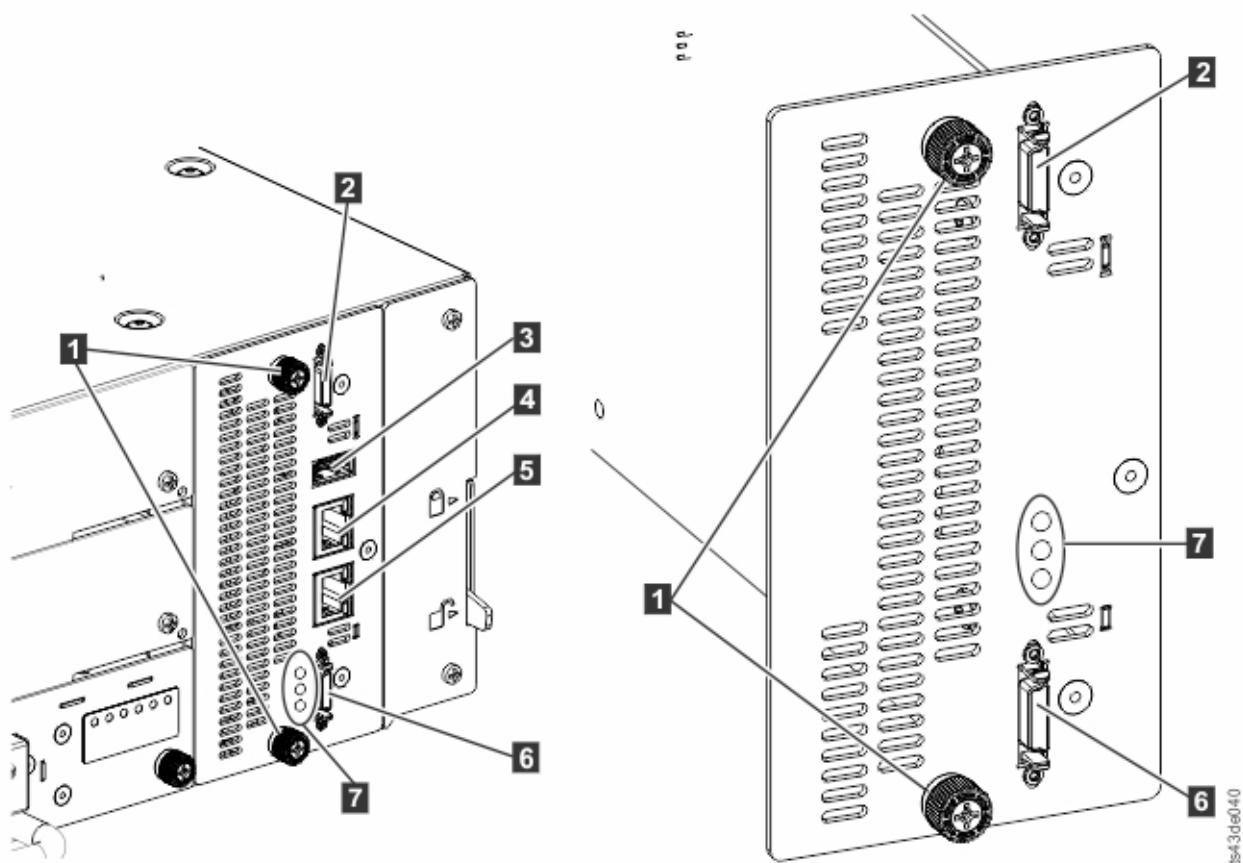

Figura 68. Componentes de la tarjeta controladora
3. Retire los cables Ethernet (**4** y **5**) y el cable USB (**3**), si hay. (Un módulo de expansión no tiene puertos USB o Ethernet. Consulte el apartado Figura 68 en la página 133).
4. Sustituya los cables de interconexión de expansión (**2** y **6**), el cable o cables Ethernet (**4** y **5**), y el cable USB (**3**) que se eliminaron anteriormente. (Un módulo de expansión no tiene puertos USB o Ethernet. Consulte el apartado Figura 68 en la página 133).